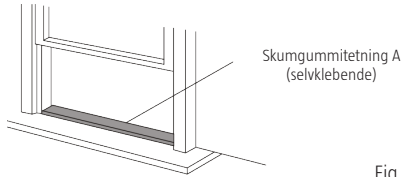

Fig. 8
1. Kapp den selvklebende skumgummitetningen til passende lengde og fest den til den nedre vinduskarmen. Fig. 8